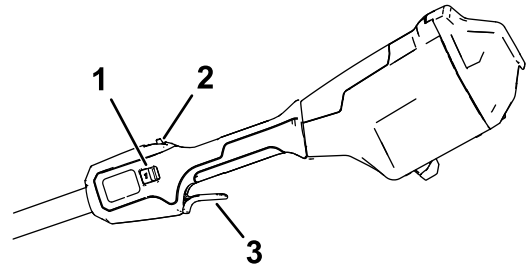

Figura 8
5. Para arrancar la máquina, presione el seguro del gatillo y, a continuación, apriete el gatillo de accionamiento (Figura 8).